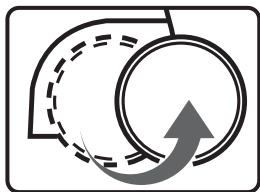

Fig.1
- > Pour déplacer la machine, tirez d'abord la petite roue pour la sortir puis poussez-la en arrière (Fig.1).